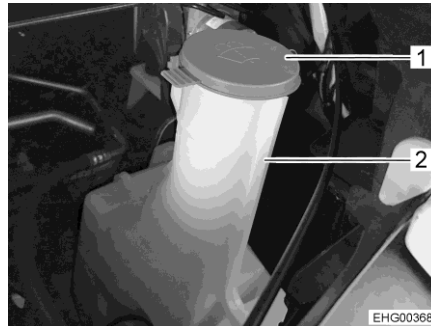

Fig. 39 Bec de remplissage réservoir pour liquide d'essuie-glace
- Enlever le couvercle (Fig. 39,1) du bec (Fig. 39,2) de remplissage du réservoir de liquide d'essuie-glace.